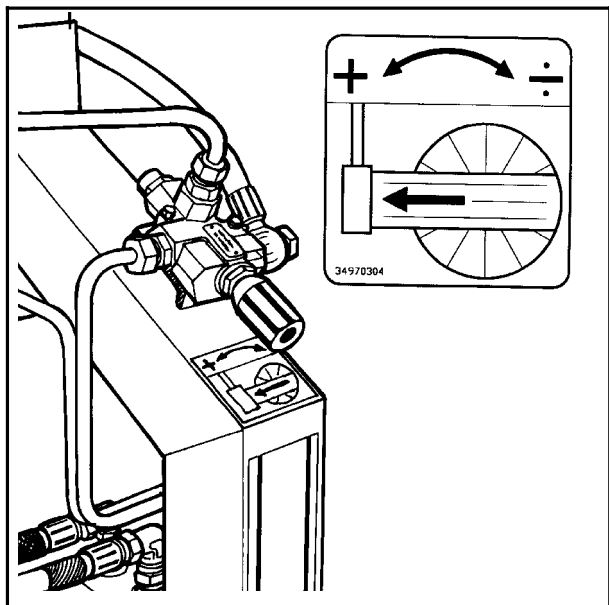

Fig. 8-1
- 8.2** Ventilen som sitter på "skulderen", over stedet der hydraulikkslangene går inn på maskinen, skal benyttes til å justere hastigheten på sveivarmen. (Se fig. 8-1).